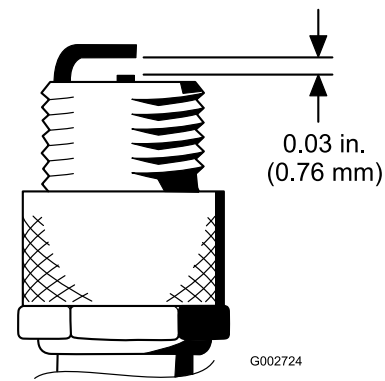

Bild 45
4. Stellen Sie den Abstand zwischen der mittleren und seitlichen Elektrode auf 0,76 mm ein (Bild 45).